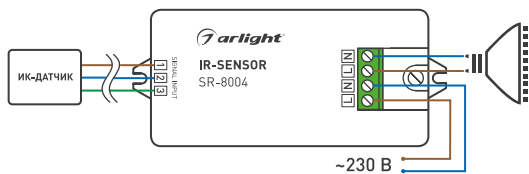
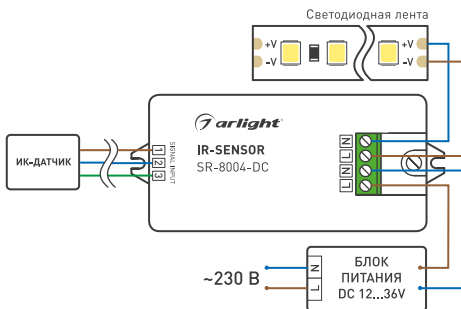

Рис. 1. Подключение датчика SR-8004.
Рис. 2. Подключение датчика SR-8004-DC.
3.5.1. Подключение датчика SR-8004 [Рис. 1]:
- подключите обесточенные провода от сети ~230 В к входу «INPUT» блока управления, соблюдая расположение проводов «ноль» (N) и «фаза» (L).
3.5.2. Подключение датчика SR-8004-DC [Рис. 2]: